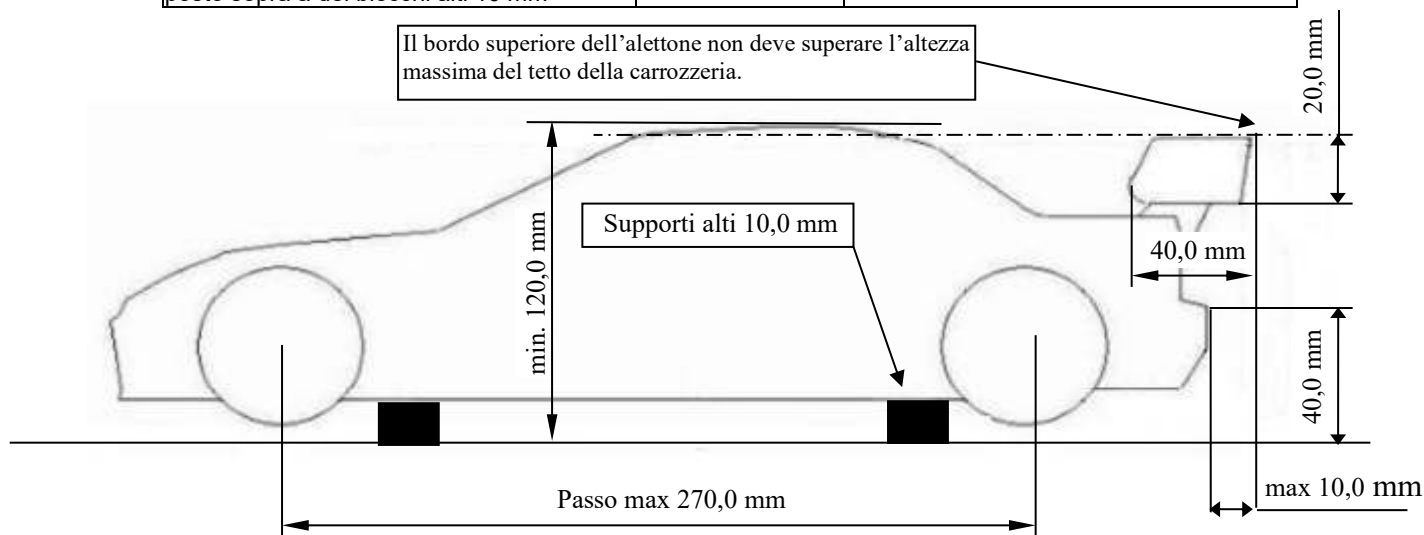

Figura 2: Dimensioni generali modello 1/10 Touring EP
- 9.01.08 Gli automodelli touring dovranno mantenere i seguenti valori di dimensione e peso (vedi Figura 2):